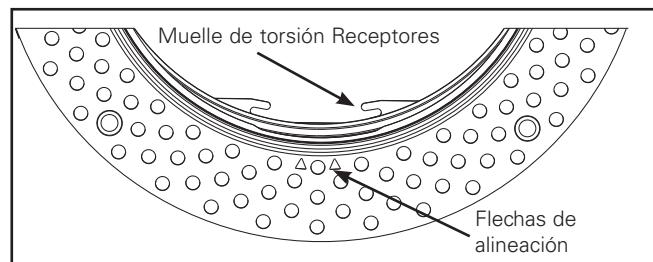

Figura 2.
- Ubique con cuidado los receptores para muelas de torsión dentro del alojamiento y alinee las flechas del anillo de yeso (Figura 2). Mientras sostiene la parte superior del alojamiento, presione con cuidado el anillo del listón de yeso contra el alojamiento, asegurándose de que los cuatro broches se alineen con las muescas del alojamiento.
- Aplique una presión uniforme sobre todo el largo y ancho de la brida perforada para formar una fuerte unión con el techo. Ajuste firmemente los tres (3) tornillos de cabeza hexagonal para evitar el movimiento vertical del collar. Espere el tiempo de secado suficiente y recomendado por el fabricante del adhesivo, antes de aplicar el compuesto para juntas.